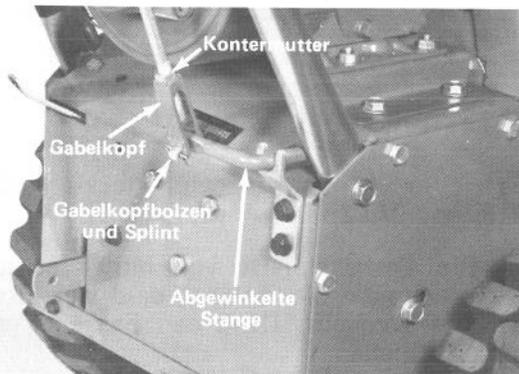

Abb. 5
2. Den Gabelkopf am Ende des Räumwerk-Kupplungsgestänges so verdrehen, dass die Bohrungen in der Gabel und in der abgewinkelten Stange zur Deckung kommen (Abb. 5). Dann den Gabelkopfbolzen einführen und mit dem Splint sichern (Abb. 5).
3. Die Kontermutter gut gegen den Gabelkopf festziehen (Abb. 5).